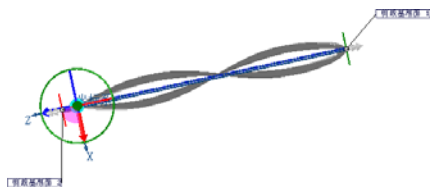

图 6-76 预览模型
- 07 选择创建好的坐标系作为扭曲三重轴，其他均为默认值，绘图区出现零件扭曲预览，如图 6-76 所示。